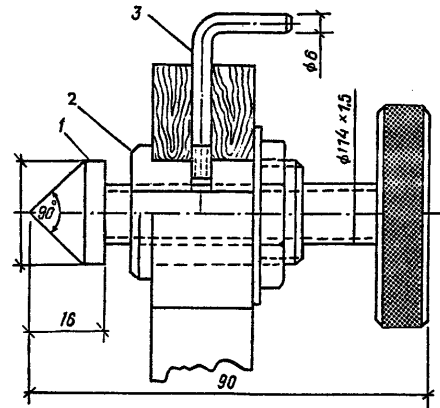

Рис.3
Конструкция стойки задней бабки (рис.3) аналогична конструкции стойки передней бабки. Центр (1) желателно изготовить из стали У8 и закалить (твердость конуса 60-55 ед. по Роквеллу, резьбовой части 40 - 45 ед.).